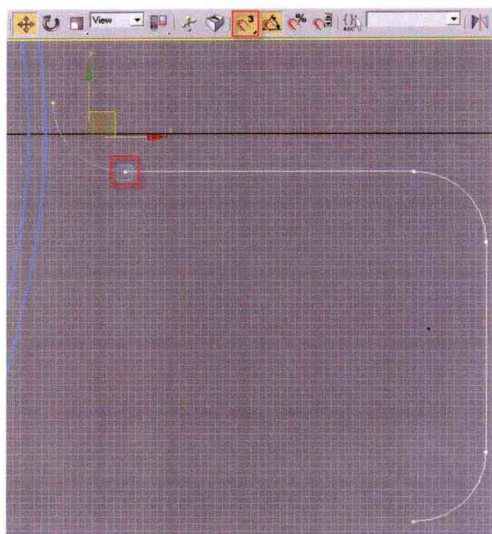

图1-24
**24** 选择“椅子腿”模型，单击激活（三维捕捉）按钮，在Segment（线段）层级下选择线段捕捉对齐，如图1-24所示。